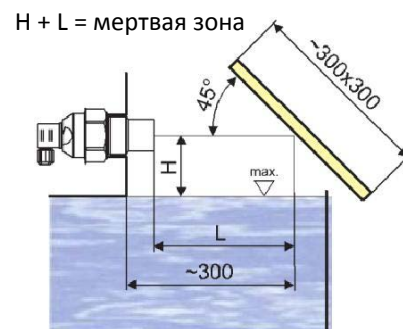

Рис. 14: Панель отражения
- Для уменьшения минимального расстояния до контролируемой среды к уровнемеру можно установить отражающую панель из прочного, ровного и гладкого материала (рис. 14). Этим способом можно заполнить резервуар практически до максимальной высоты. Решение рекомендуется для открытых резервуаров и ёмкостей.